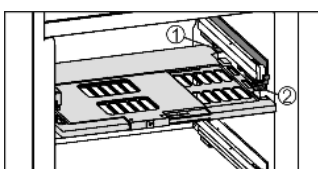

Fig. 16
- ▶ Inserimento della piastra di regolazione dell'umidità: inserire le nervature del coperchio della piastra dal basso nel supporto inferiore Fig. 16 (1) e inserire anteriormente nel supporto Fig. 16 (2).